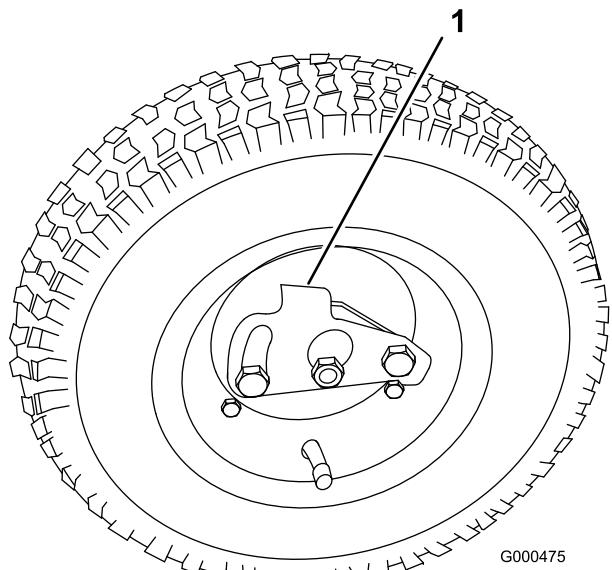

図 8
- 車輪についているロッククリップ（1）が車軸に掛かるようにして車輪を六角シャフトに通す（図 8）。